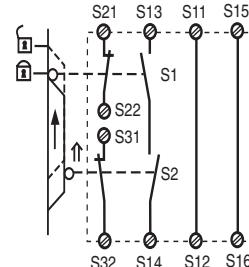

Fig. 7: Control de puerta protectora bicanal, rearme automático/Controllo bicanale riparo mobile, start automatico/Tweekanalige hekbewaking, automatische start
- Fig. 7: Rearne automático para el control de puerta protectora: El dispositivo está preparado para rearnearse con la puerta de protección abierta por medio del circuito de rearne S13-S14. Después de cerrarse los circuitos de entrada S21-S22 y S31-S32 se cerrarán los contactos de seguridad.